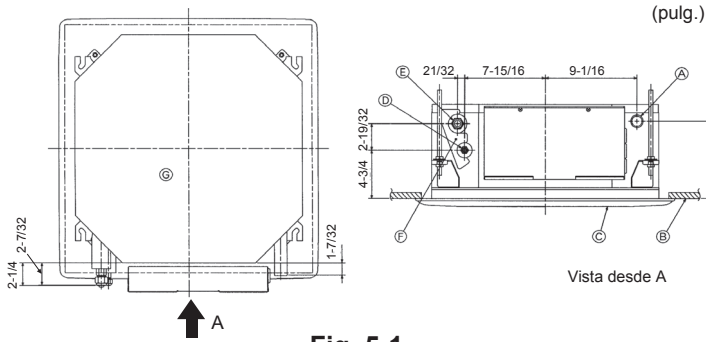

Fig. 5-1
5.1. Ubicaciones de los tubos de refrigerante y drenaje de la unidad interior (Fig. 5-1)